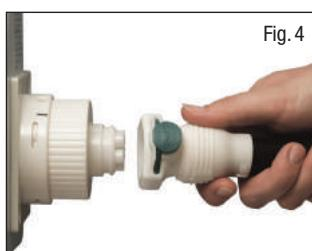

Fig. 4
3. Koble til slangen for lufttilførsel fra puten til adapteren, så tilpassingsmerkene er justert mot hverandre (Fig. 4). Sørg for at de har klikket inn på plass, ellers kan det oppstå lekkasje.